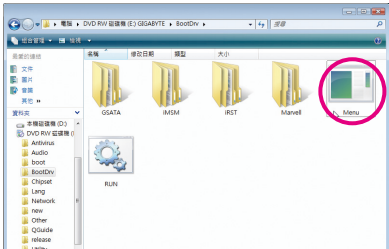
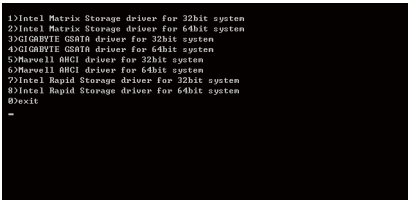

图2
图3
- 2: 进入光盘中「BootDrv」文件夹，双击「Menu.exe」文件(图2)后会出现「命令提示字符」画面，内含如图3的控制器选单。
以图3的选单为例：